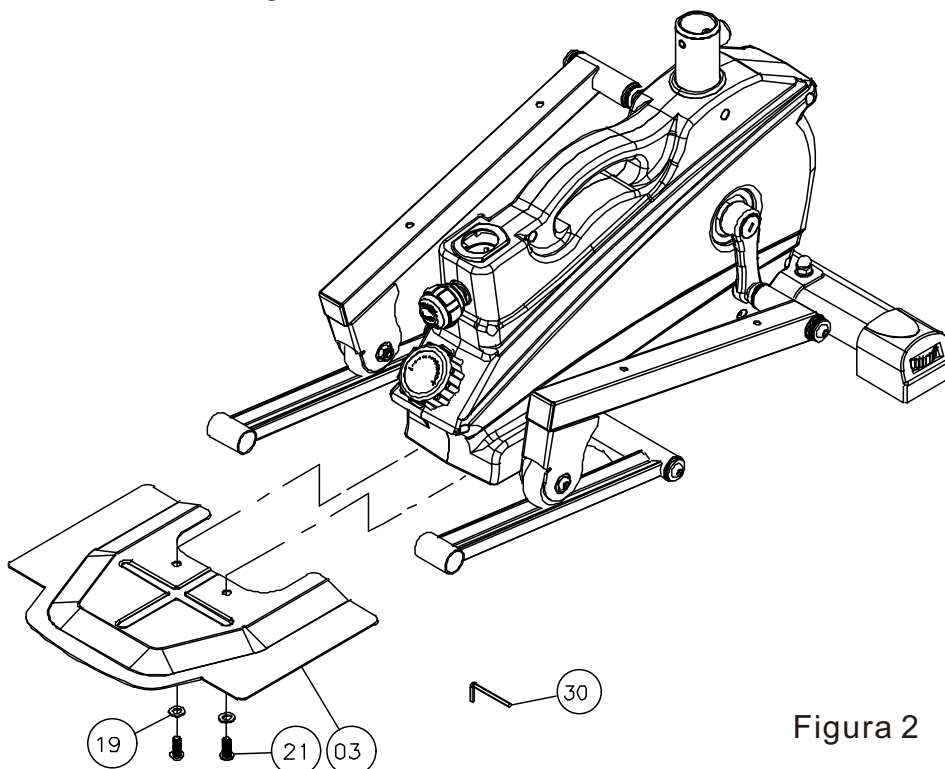

Figura 2
2. Utilice 2 tornillos de cabeza redonda con hexágono interno No. 21 y 2 arandelas planas No. 19 para fijar la placa base No. 03 y el conjunto del bastidor principal No. 01. Como se muestra en la Figura 2: